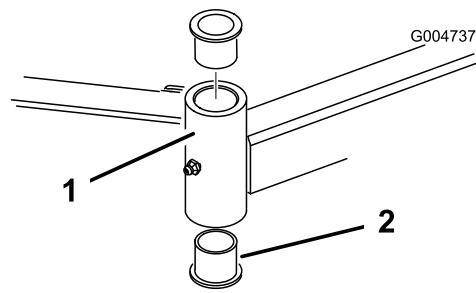

Figura 25
- Introduza um punção para cavilhas na zona superior ou inferior do tubo de montagem e retire o casquilho para fora do tubo (Figura 25). Retire igualmente o outro casquilho do tubo. Limpe o interior dos tubos para remover a sujidade.